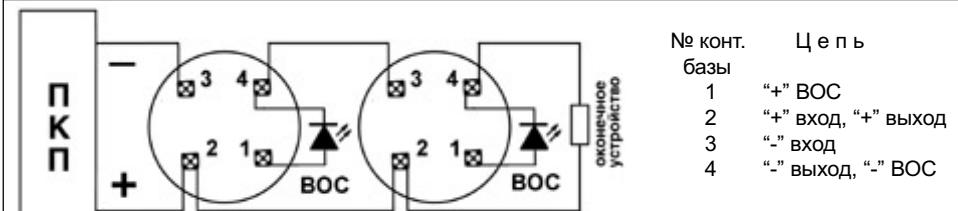

Рис.2. Схема подключения извещателей ИП212/101-2 с адаптером Е1000А через розетки от ДИПов к ПКП с током шлейфа **менее 50 мА**
6. Установите экран извещателя на оптическую камеру таким образом, чтобы термочувствительный элемент (рис. 2) прошел через экран. Убедитесь в том, что треугольные значки на экране и корпусе ориентированы друг на друга, а два выступа на верхней поверхности дымовой камеры вошли до упора в соответствующие гнезда экрана извещателя.